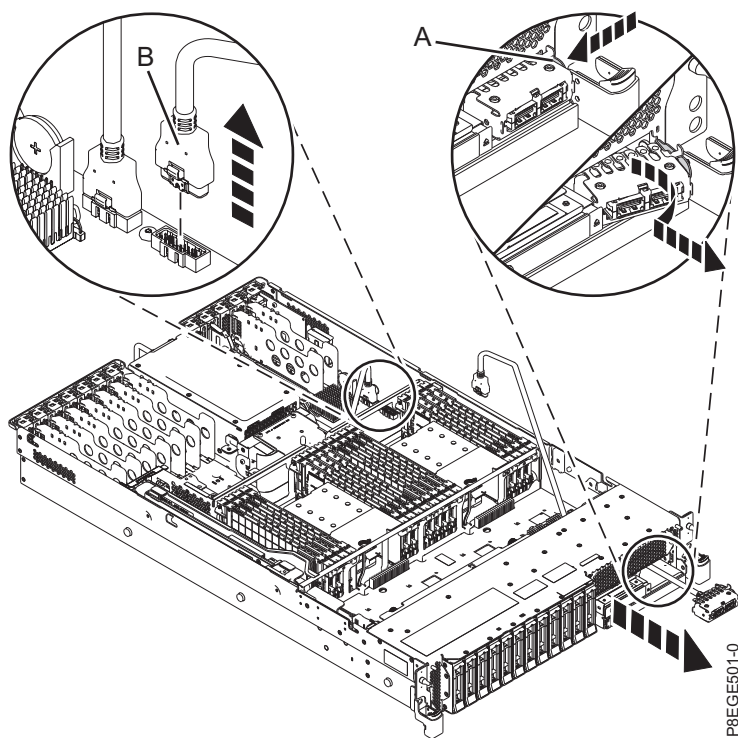

図 3. USB ケーブルのプラグをシステム・バックプレーンから抜く
5. システム・バックプレーンから前面 USB ケーブルのプラグを抜きます。6 ページの図 3 の **(B)** を参照してください。
6. システムの前面から USB ケーブル・ハウジングのラッチを外します。6 ページの図 3 に示すように、ハウジング **(A)** の右側を押し、手前に引き出しながら、左に回転させます。